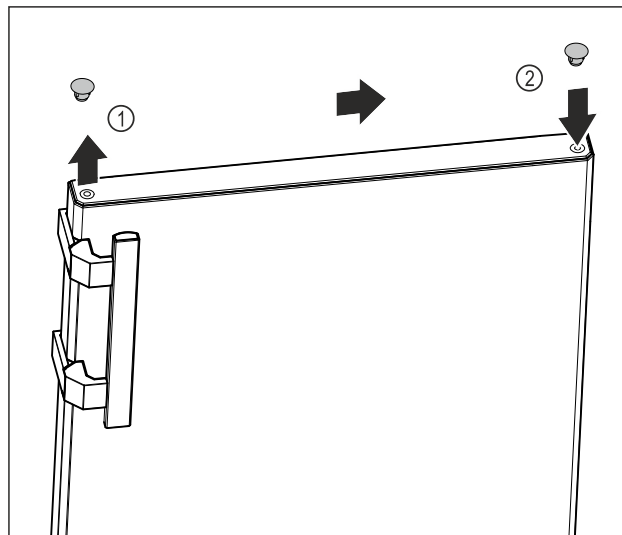

Fig. 13
- Óvatosan emelje le az ajtó felső oldalán a fedődugót Fig. 13 (1) egy lapos csavarhúzóval.
- Helyezze fel a fedődugót a másik oldalon. Fig. 13 (2)